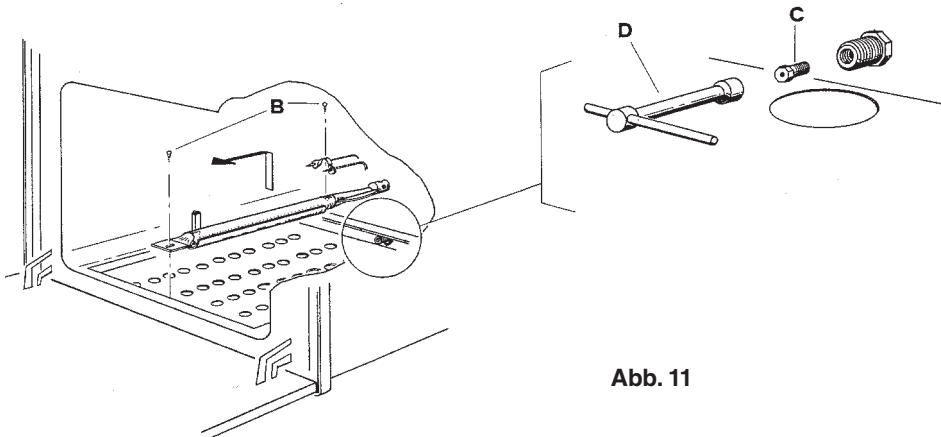

Abb. 11
- Ziehen sie den Brenner heraus, indem Sie die Befestigungsschrauben am Boden lösen (B - Abb.11);
- Schrauben Sie die Einspritzdüse (C) mit einem 7 mm-Steckschlüssel (D) heraus und ersetzen Sie sie durch die für die neue Gasart geeignete Düse (siehe Tabelle);